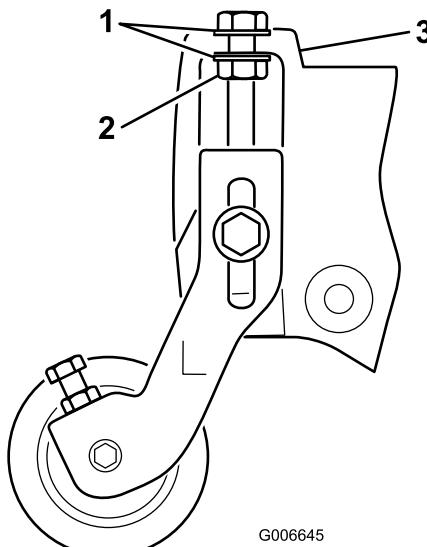

**Figure 20**
16. En vous servant du trou carré supérieur dans chaque plaque latérale, fixez légèrement les supports de hauteur de coupe aux plaques latérales du plateau de coupe avec les boulons de carrosserie retirés précédemment et les écrous à embase (3/8 po) neufs, en les positionnant comme montré à la Figure 20.
18. Centrez le rouleau entre les supports et fixez-le en place avec les vis et contre-écrous des supports (Figure 20).